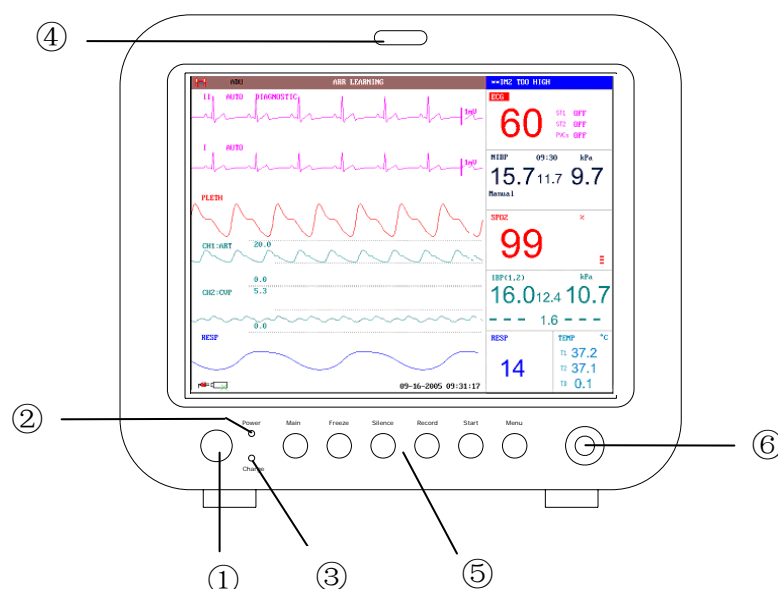

Figura 3-1 Monitor para Pacientes M9
El interruptor de **POWER** (Encendido) se encuentra en la parte izquierda del panel frontal (Figura 3-1, 3-2 ①). El indicador de **POWER** se ilumina cuando el monitor está energizado (Figura 3-1, 3-2 ②). El indicador de **CHARGE** (Cargado) muestra el estado de la carga (Figura 3-1, 3-2 ③). El indicador de **ALARM** (Alarma) destella cuando la alarma se enciende (Figura 3-1, 3-2 ④). Las entradas para los diversos sensores están en el panel izquierdo. En el panel trasero se encuentran más entradas y el enchufe. El registrador se encuentra en el panel derecho.
El Monitor Multi-Parámetro para Pacientes es un dispositivo amigable para el usuario que puede ser operado como unos cuantos botones y una perilla giratoria en el panel frontal (Figura 3-1, 3-2 ⑤ ⑥). Refiérase a las Funciones de los Botones.